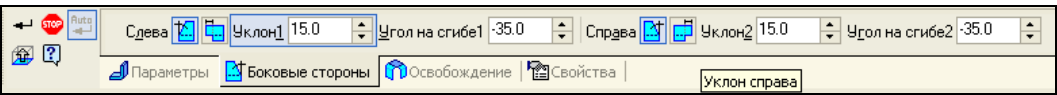

Рис. 22.15. Панель свойств: Сгиб на вкладке **Боковые стороны**
- ◆ вызовите команду **Сгиб**. Откройте вкладку **Боковые стороны** на Панели свойств: Сгиб. Элементы управления вкладки **Боковые стороны** (рис. 22.15) рассмотрены в табл. 22.3;